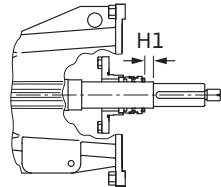

Fig. 31: modelo con cierre mecánico
- Introduzca el anillo de fijación 5.3 en el eje y monte el eje teniendo en cuenta las medidas de montaje H1 y el par de apriete (véanse la Fig. 31 y la Tab. 9).